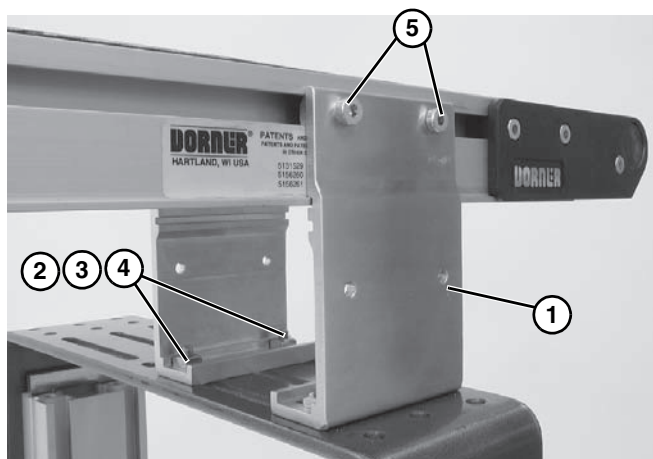

Figure 11
1. Montez les fixations (Figure 11, item 2) sur le pied de support à l'aide des vis de montage (Figure 11, item 2), des rondelles (Figure 11, item 3) et des écrous (Figure 11, item 4).
2. Resserrez les vis (Figure 11, item 2 et 5) à une valeur de 7 Nm.